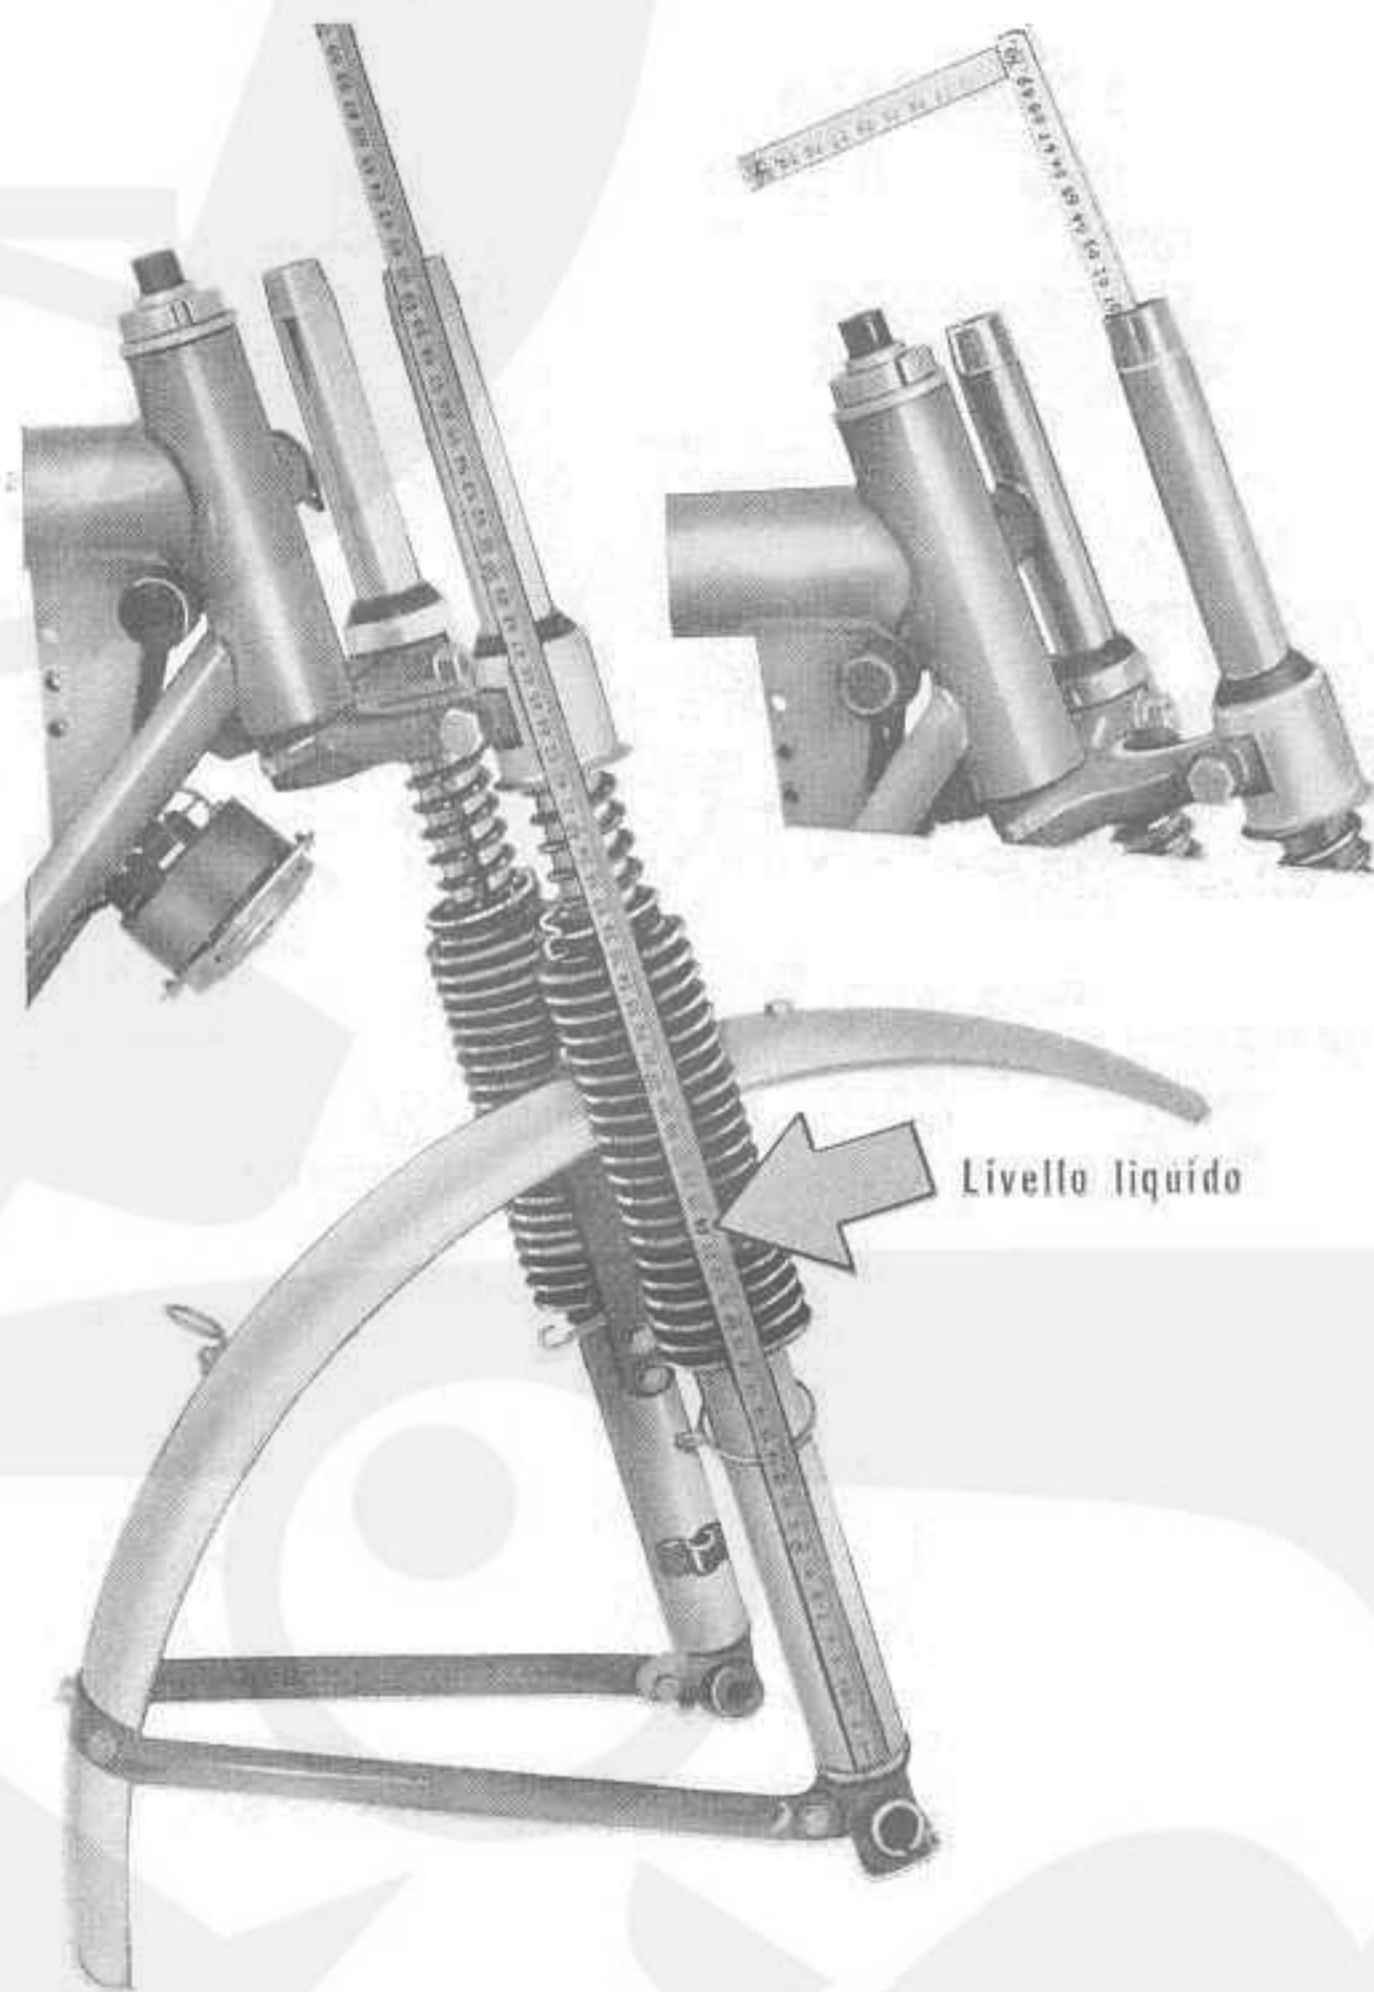

Fig. 80
- immettere nei bracci della forcella il liquido per ammortizzatori dopo aver avvitato i tappi di scarico (A) con guarnizione dai fori
per tappi di immissione (B) vedere fig. 79. Quantità di olio da immettere litri 0,125 per braccio, si consiglia "Shell Tellus 33" o consimili. Per il controllo del liquido nei bracci forcella, occorre infilare un metro nei suddetti bracci ed accertarsi che il suddetto metro venga infilato fino a cm 61, levare quindi il metro ed accertarsi che il livello del liquido si trovi a circa 24 cm, se non fosse a livello aggiungerne della medesima qualità (vedere fig. 80);